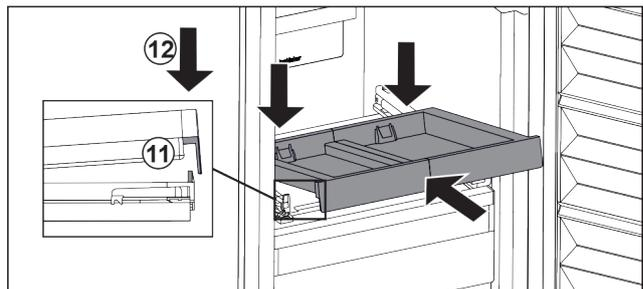

Fig. 22
- ▶ Вставити навкосои. Звертайте увагу, щоб з обох боків упор був за накладкою. Fig. 22 (11)
- ▶ Витяжну панель опустити спереду. Fig. 22 (12)